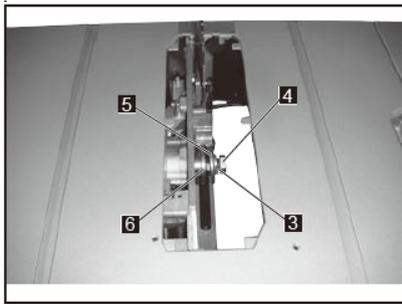

Рис. 31
- Поднимите ось пильного диска (3) в крайнее верхнее положение, поворачивая маховик подъема пильного диска против часовой стрелки. Снимите с оси гайку (4) и наружный фланец (5). См. Рис. 31.
- Установите фланец (5) и гайку (4) на ось и максимально плотно затяните гайку вручную. При этом необходимо убедиться, что пильный диск плотно упирается во внутренний фланец (6) (См. Рис. 31).